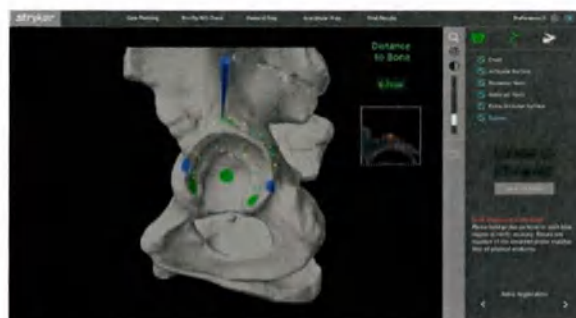

Рисунок 75. Верификация регистрации кости
1. Зондируйте поверхность кости, соответствующую синей области (синим областям), отображаемым в главном окне (рисунок 75).